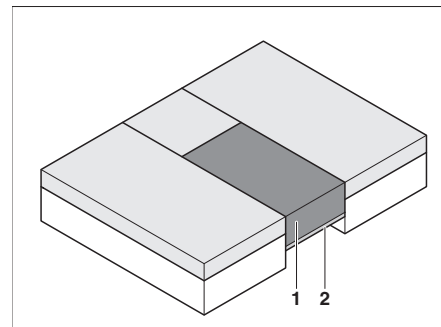

Fig. 84 Después de la transformación
- Poner el cojín adicional (Fig. 84,1) sobre el somier extraído (Fig. 84,2).